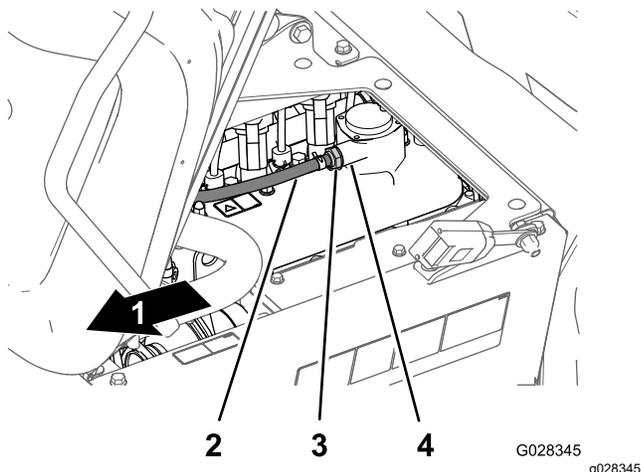

Figura 76
4. Insira a válvula PCV até esta estar completamente assente no vedante para o encaixe da cobertura da válvula (Figura 76).
2. Retire a válvula PCV do encaixe da cobertura da válvula (Figura 76).
Nota: Se o limitador interno da válvula fizer barulho, a válvula PCV está operacional; se o limitador interno não fizer barulho quando agitado, substitua a válvula PCV (Figura 76).